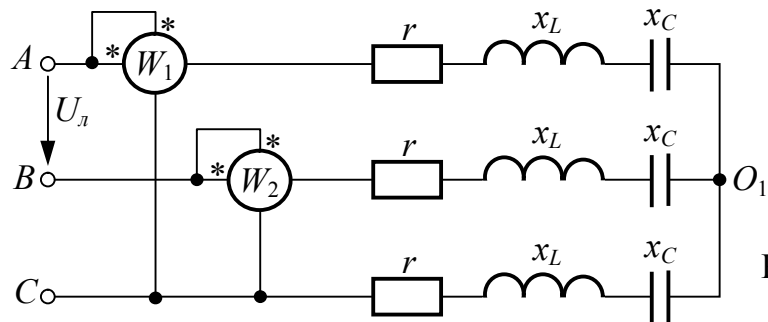

Рис.3.1
- 1) приемник соединен звездой (рис. 3.1) и